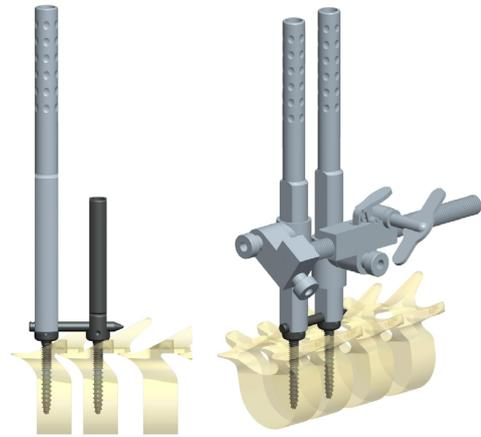

图 11a
- 在椎弓根钉上装入套筒，再根据要撑开或加压的椎弓根钉的角度和位置，调整旋转套筒的角度位置，并从套筒上端装入，直至最下端（图 11a）。